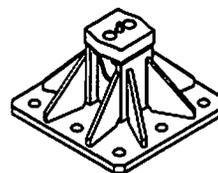

Abb. 2.1.1
- "PBR TS B" (wieder verwendbare Grundplatten - Abb. 2.1.1)